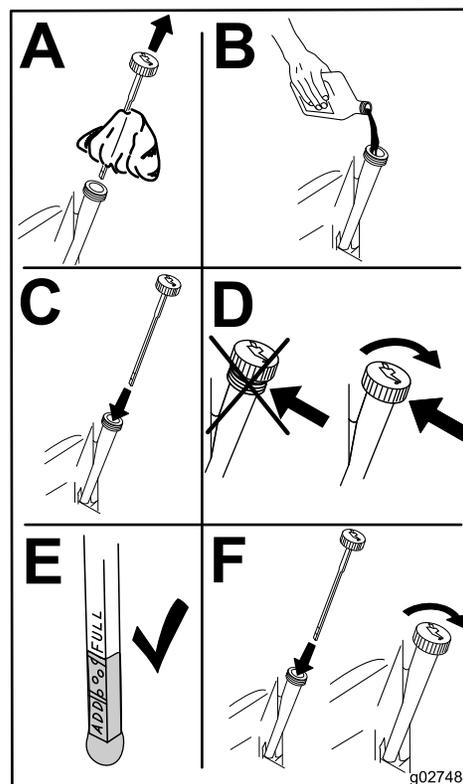

Figure 38
6. Versez lentement environ 80 % de la quantité d'huile spécifiée dans le trou de remplissage (Figure 38).
7. Vérifiez le niveau d'huile ; voir Figure 38.